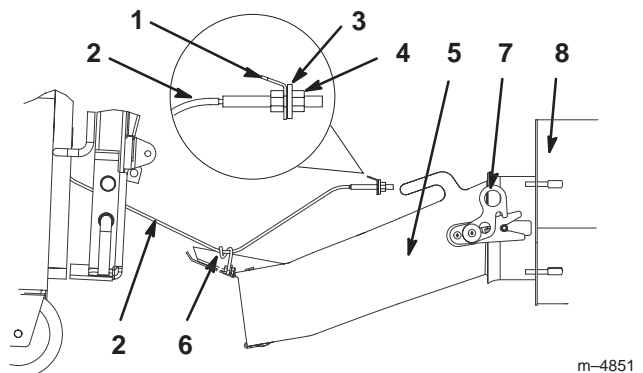

Bild 34
14. Verlegen Sie den Ansaugluftkammerzug unter dem Sitz. Heben Sie den Sitz an, um Zugang zum Ansaugluftkammerzug zu erhalten. Bringen Sie den Zug am Bügel an und bringen Sie die Scheibe und Mutter an (Bild 34).